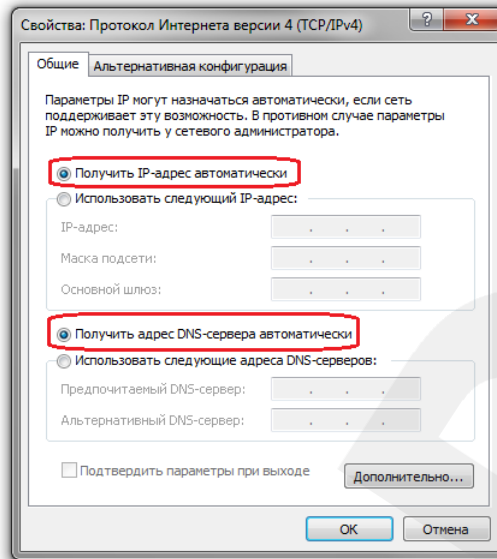

Рис. 5.7
1. Получить IP-адрес автоматически: IP-адрес назначается автоматически DHCP-сервером (Рис. 5.7). Если IP-адрес Вашему ПК выдается автоматически, тогда для определения параметров локальной сети перейдите к пункту 5.3.1 данного Руководства.